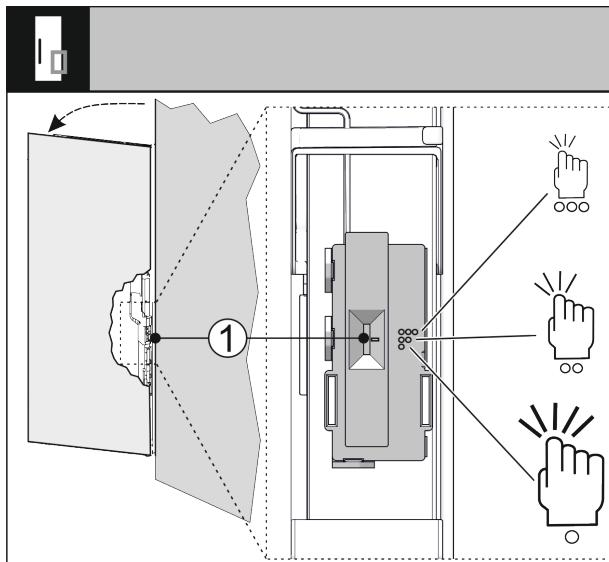

Fig. 71
Отрегулируйте чувствительность сигнала стука при помощи переключателя Fig. 71 (1). Переключатель находится со стороны петель на нижней трети двери.
► Установите переключатель Fig. 71 (1) в нужное положение.